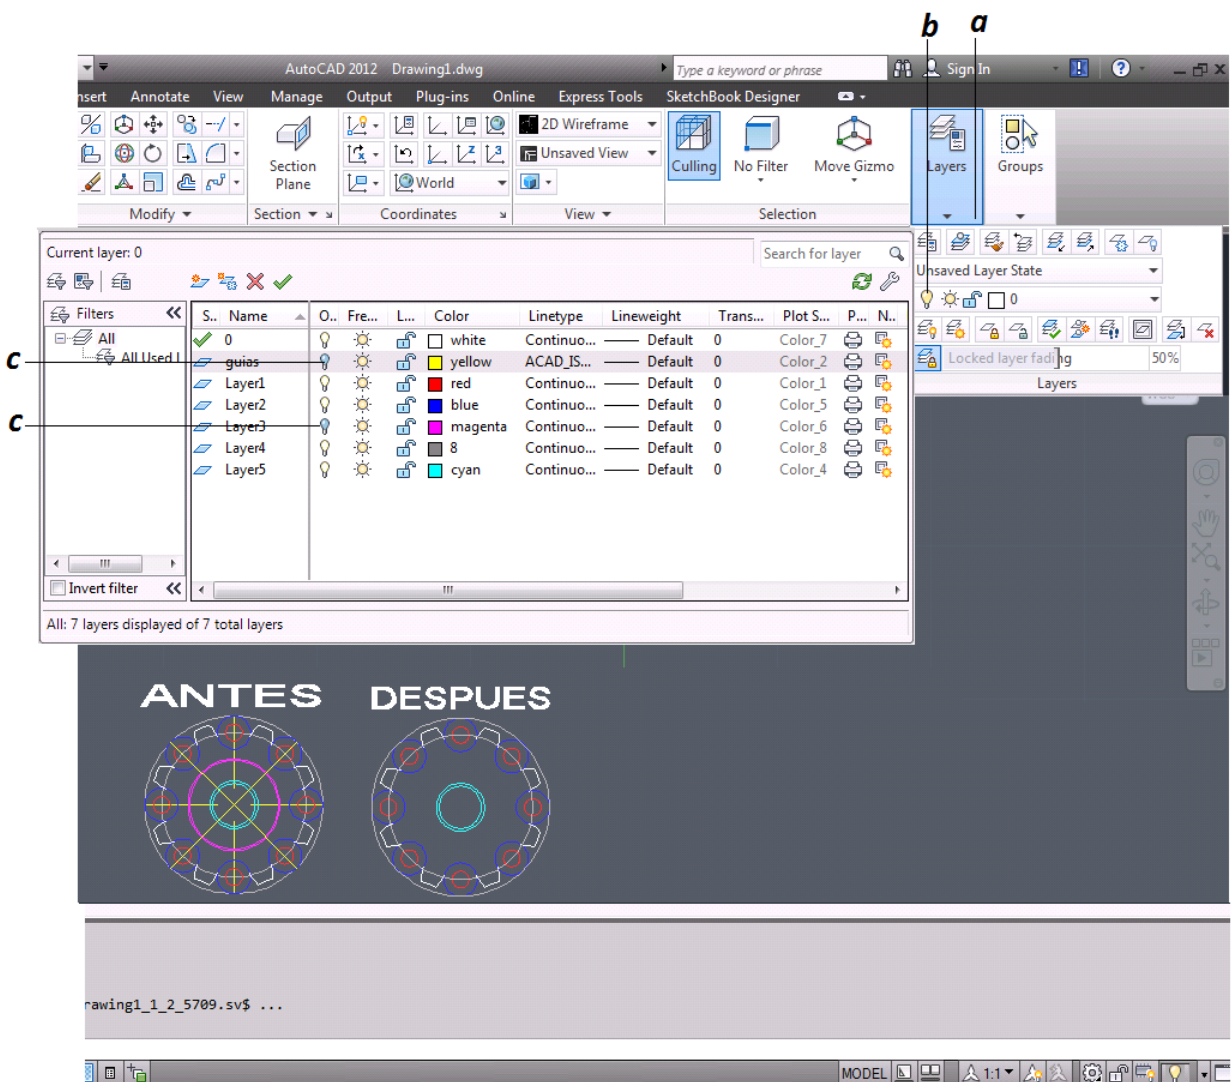

Figura 3.49 Capas “Activar o Desactivar una Capa”
- Se selecciona el icono Capas (figura 3.49).
- Se selecciona el icono Propiedades de Capas (figura 3.49).
- Se selecciona icono activar [on] o en el icono desactivar [off], para apagar las capas seleccionadas (figura 3.49).